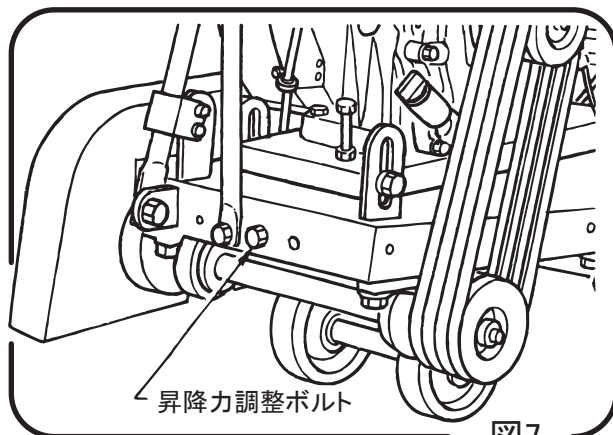

図 7
- ※本機を上昇させる操作力と下降させる操作力がほぼ同じになるよう調整して御使用下さい。(図 7)
- 8-2-1 切削ガイドを切断線に合わせて下さい。線合わせの時は、本機を起こして行くと簡単にできます。(図7 <P12>)